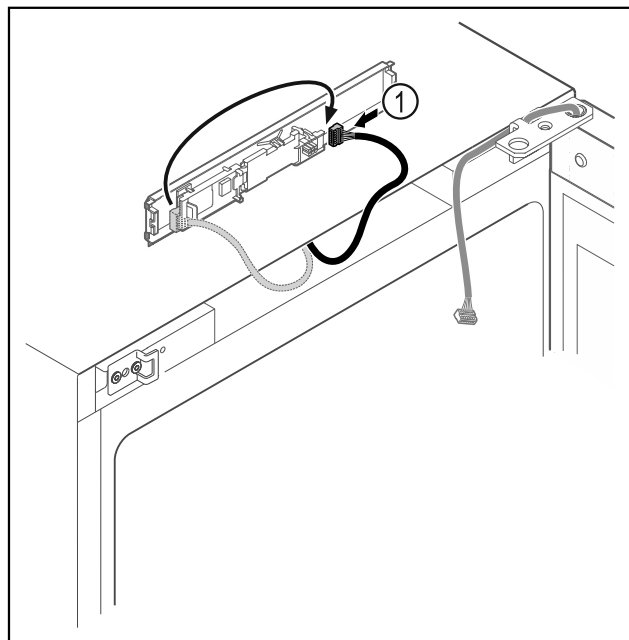

Fig. 9
- ▶ Переставьте штекер Fig. 9 (1) на панели.